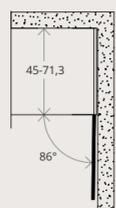

FIG. 2
- Using the dedicated hinge opening stops, you can place the box right up against the wall (Fig. 2)
- En utilisant les arrêts d'ouverture spécifiques pour charnières, il est possible d'accoster le box à la paroi. (Fig. 2)
- Durch Einsatz der Anschläge zur Begrenzung der Öffnungsweite bei Scharnieren, kann die Box an einer Wand installiert werden (Abb. 2)
- Utilizando los topos de apertura para bisagras adecuados, es posible apoyar el box contra la pared (Fig. 2)
- Используя специальные стопоры открывания для шарниров возможно установить бокс возле стены (Рис. 2)
- 使用专用的铰链打开挡块, 可以使柜子靠近墙壁。(图2)